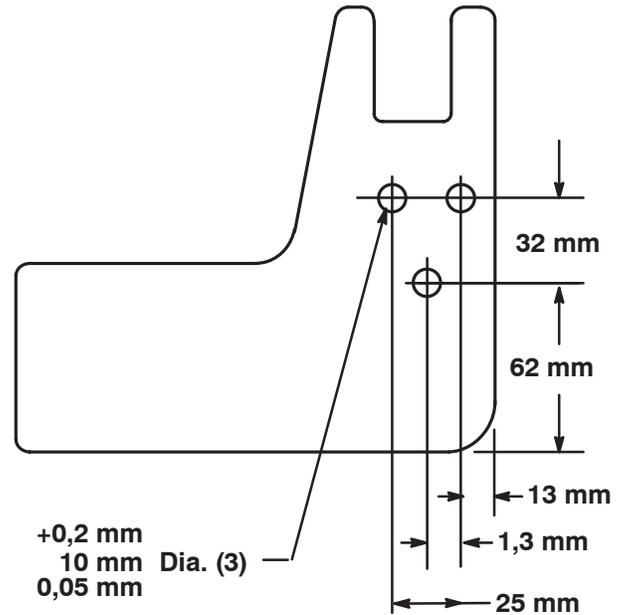

Figure 6
Remarque : Si les bras de levage n'ont pas de trous pour le montage du berceau arrière, utilisez les dimensions illustrées à la Figure 6 pour localiser, marquer et percer les 3 trous (de 10 mm de diamètre) requis dans chaque bras de levage.
4. Faites glisser le bâti porteur sur les bras de levage en alignant les trous de montage. Fixez chaque côté du bâti porteur aux bras de levage avec 3 vis de fixation (1/2 x 1-1/2 pouce). Serrez-les à 95-108 Nm (Fig. 6).